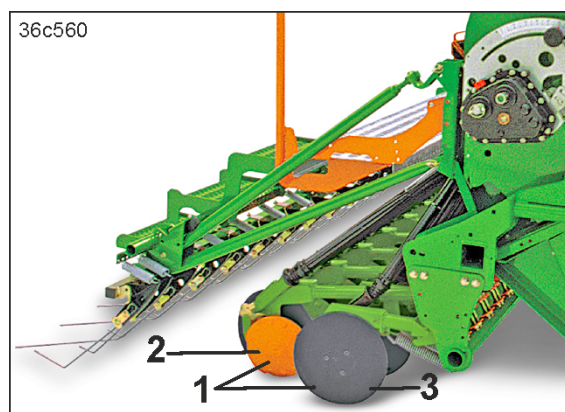

Рис. 54
Сошник RoTeC Control (Рис. 54/1) служит для укладки семян в запаханной или мульчированной почве, в том числе при больших количествах соломы и остатков растений.
Сошник опирается на дисковый или роликовый ограничитель глубины (Рис. 54/2), благодаря этому, а также высокому давлению обеспечивается плавный и устойчивый ход сошника с точной глубиной укладки семян.
- очистка задней стороны стального диска (Рис. 54/3).